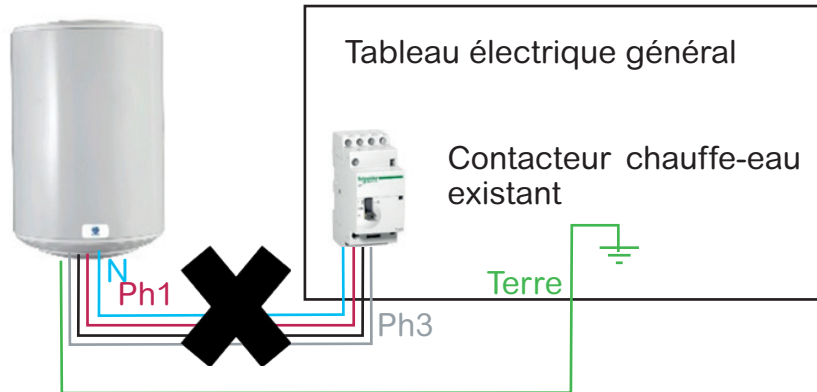

Figure 7: Décâblage du contacteur existant
- Décâbler le contacteur existant (dans le tableau général) du chauffe-eau (figure 7), laisser la terre connectée (ou raccorder le conducteur de protection du chauffe-eau sur le bornier de terre du tableau d'autoconsommation afin d'assurer la mise à la terre de cet équipement).